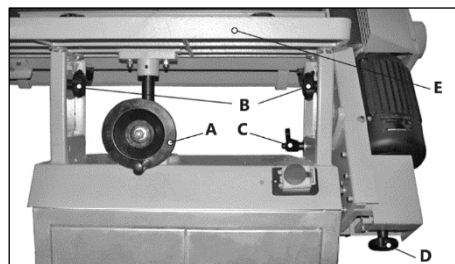
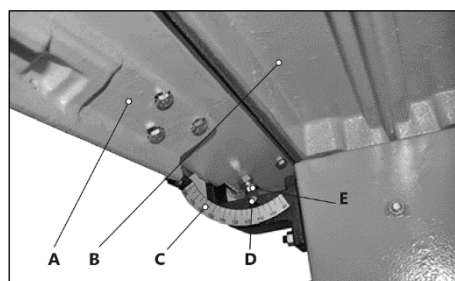

Рисунок 9.
Рисунок 10.
Установите ручку (D) (рис. 9) для наклона блока шлифовальной ленты.
Ослабьте положение двух рукояток фиксации (B) (рис. 9). Вращая маховик (A) установите основной рабочий стол (E) в необходимое по высоте положение. Зафиксируйте положение двумя рукоятками (B).
Для регулировки угла наклона блока шлифовальной ленты, ослабьте положение ручки фиксации (C) (рис. 9). Ручка имеет отжимной механизм: её необходимо оттянуть, а затем переставить в удобное положение.
Контроль угла наклона блока (A) шлифовальной ленты производится по шкале (C) (рис. 10) и указателю (D).
Ослабьте положение ручки фиксации (C) (рис. 9). При помощи рукоятки (D) установите положение шлифовальной ленты перпендикулярно рабочему столу (E). Положение закрепите ручкой фиксации (C). Выполните пробное шлифование, произведите инструментальное измерение угла 90 градусов, при необходимости откорректируйте положение болта-ограничителя (E) (рис. 10).